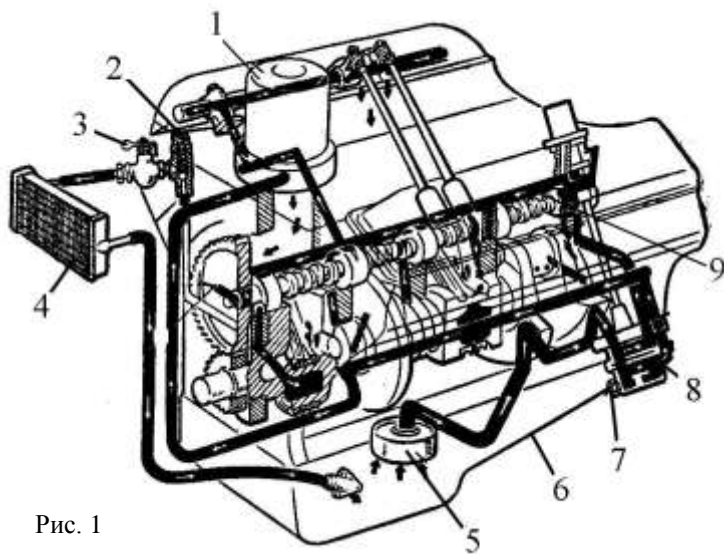

Рис. 1
2. Якою цифрою позначений на рис. 1 масляний насос?